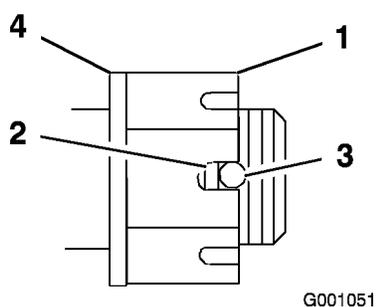

Figura 44
4. Apriete la tuerca almenada a 170 Nm (Figura 44).
5. Compruebe la distancia desde el fondo de la ranura de la tuerca hasta el borde interior del taladro. Debe haber dos hilos o menos de la rosca visibles (Figura 44).
7. Apriete la tuerca almenada a 170 Nm (Figura 44).
8. Apriete la tuerca hasta que el siguiente conjunto de ranuras esté alineado con el taladro del eje (Figura 44).